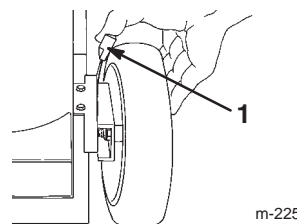

Bild 12
- Ziehen Sie den Radhöhenstellhebel zum Rad (Bild 12) und schieben Sie ihn in die gewünschte Einstellung.